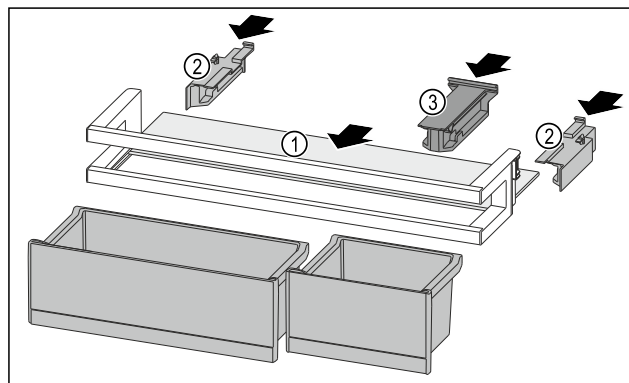

Fig. 243
- ▶ Вдвиньте съемную полку Fig. 243 (1) в боковые пазы.
- ▶ Установите боковые части Fig. 243 (2).
- ▶ Смонтируйте крепление Fig. 243 (3).